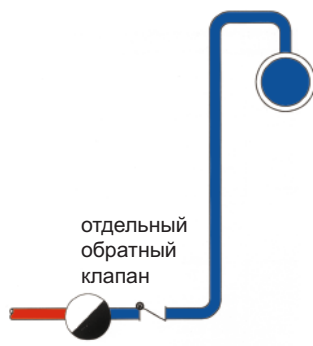

Рис. 14-2
3. Подъемом конденсата. Подъем на каждый 1 м уменьшает перепад на 0,1 Бар, если на выходе имеется чистый конденсат. Однако, при наличии вскипания гидравлический напор может понизиться до нуля. См. Рис. 14-2.